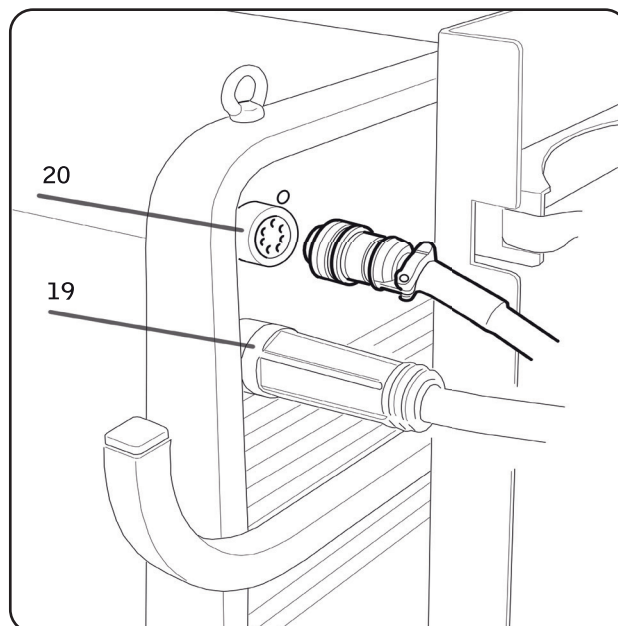

Fig. 4
- ◆ Effectuer les raccordements à l'arrière du générateur (voir fig. 4).